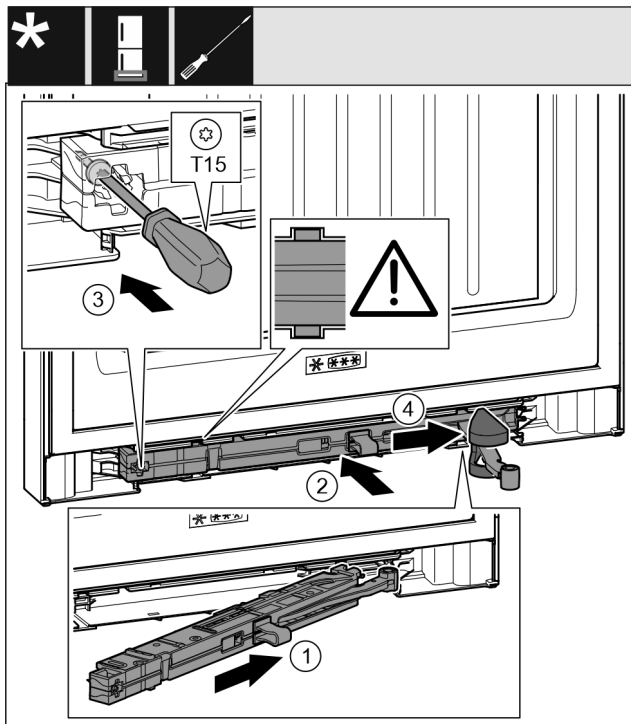

Fig. 46
- ▶ Enoto blažilnikov za zapiranje vrat na strani ležajnega podstavka potisnite v odprtino do prislonu. Fig. 46 (1)
- ▶ Enoto blažilnikov za zapiranje vrat popolnoma potisnite v odprtino. Fig. 46 (2)
- ▶ Trdno privijte vijak z izvijačem T15. Fig. 46 (3)
- ▶ Pokrov potisnite preko zgibnega dela. Fig. 46 (4)